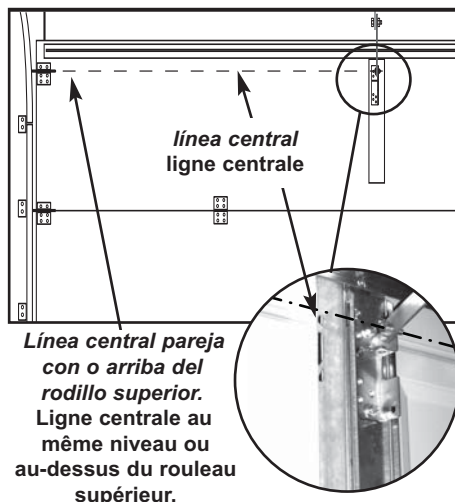

FIG. 2-7 Montaje del soporte de la puerta.
- El soporte de la puerta está montado en la puerta tan alto como sea posible a lo largo de la línea central vertical y NO MÁS BAJO que el juego de rodillos superior (Fig. 2-7).
- Le support de porte est installé sur la porte le plus haut possible le long de la ligne centrale vertical et PAS PLUS BAS que les rouleaux supérieurs (Fig. 2-7).